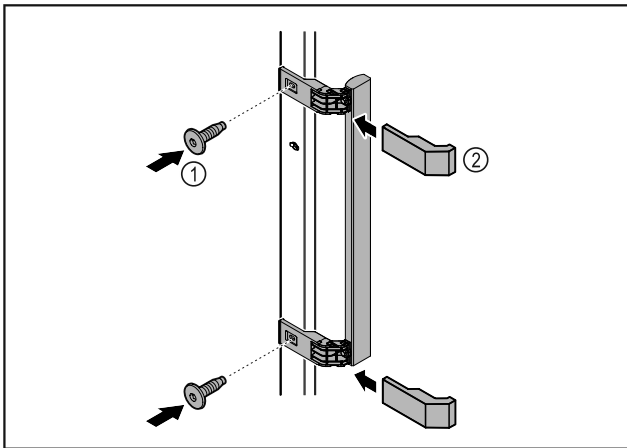

Fig. 64
- ▶ Установите на двери ручку из набора принадлежностей, используя прилагающиеся винты Fig. 64 (1).
- ▶ Установите крышку Fig. 64 (2).